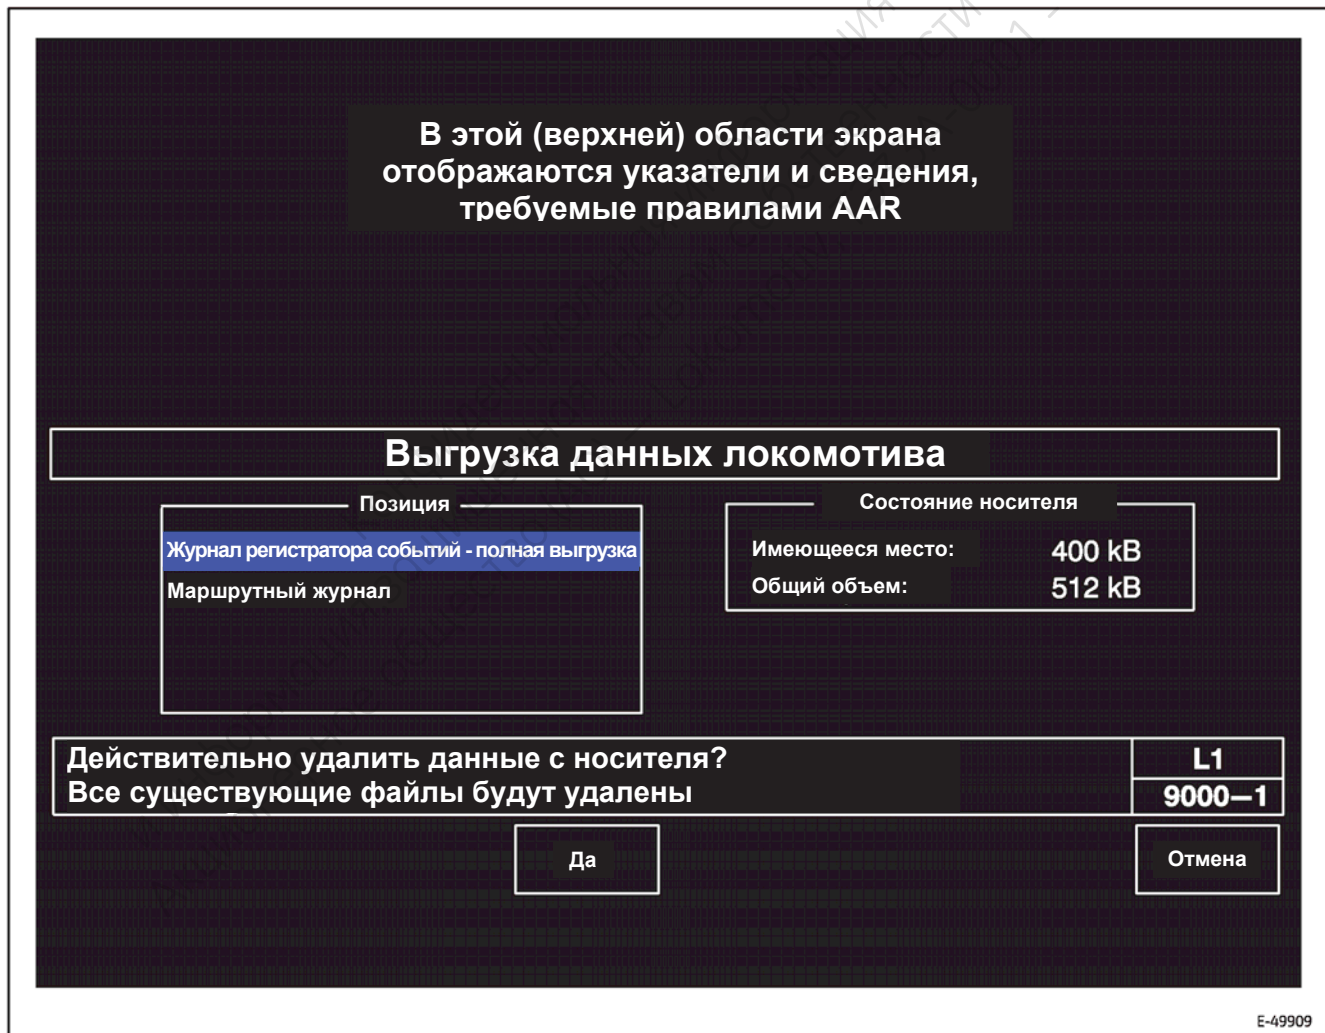

Рис. 70. Окно «Выгрузка данных локомотива — очистка журнала данных» (9000-1).
3. Клавиша F4 (**Erase Device («Очистить устройство»**)) — служит для перехода к окну «Выгрузка данных локомотива — очистка журнала данных» (9000-1, Рис. 70). С помощью этого окна возможно удаление выбранного журнала данных. Сообщение: «AreYou Sure YouWantTo Erase Your Storage Device?All Existing Files Will Be Deleted.» (Действительно удалить данные с носителя? Все существующие файлы будут удалены) будет выведено на экран перед удалением журнала данных, записанного на устройстве хранения.